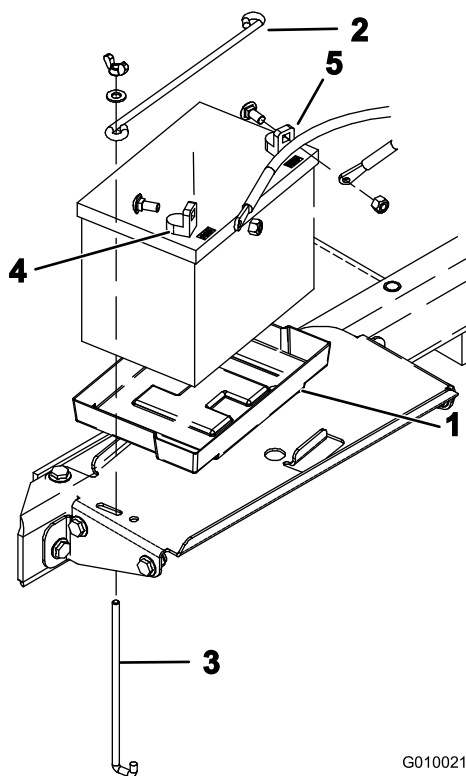

Figure 6
8. Insérez la batterie dans son compartiment, sur le support (Figure 6). Installez la batterie en plaçant les bornes à l'extérieur.
9. Fixez la batterie au fond de son compartiment avec une tige de maintien horizontale, 2 tiges de maintien verticales, 2 rondelles plates et 2 écrous à oreilles (Figure 6).
10. Commencez par fixer le câble positif (rouge) à la borne positive (+) de la batterie avec un boulon et un écrou (Figure 6), puis fixez le câble négatif (noir) à la borne négative (-) de la même manière (Figure 6). Placez le capuchon en caoutchouc sur la borne positive pour éviter les courts-circuits.